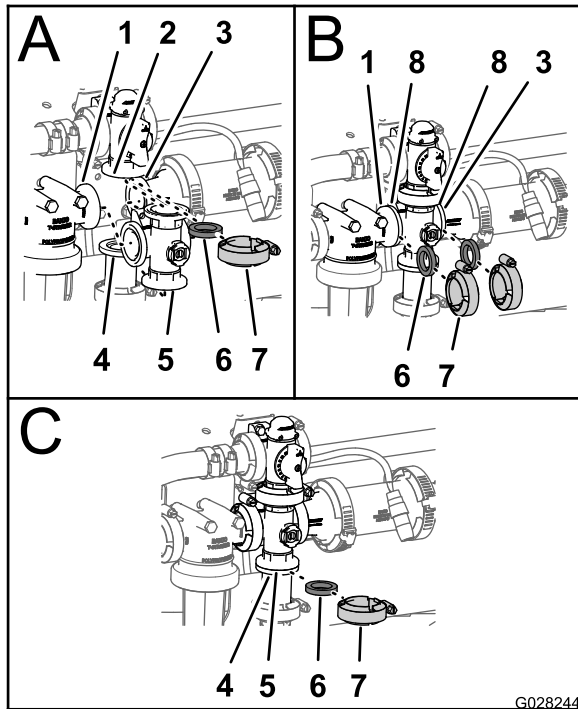

Figure 143
1. Alignez la bride de la vanne de dérivation d'agitation, 1 joint et la bride de raccord d'embout du collecteur de la vanne d'agitation (Figure 143).
2. Montez la vanne de dérivation d'agitation, le joint et le collecteur de la vanne d'agitation avec un collier serré à la main (Figure 143).
3. Placez un joint entre les brides de la tête du filtre sous pression et du collecteur de vanne d'agitation (Figure 143).
4. Montez la tête du filtre sous pression, le joint et le collecteur de vanne d'agitation avec un collier serré à la main (Figure 143).
5. Placez un joint entre les brides du collecteur de vanne d'agitation et de l'accouplement réducteur (Figure 143).
6. Montez le collecteur de vanne d'agitation, le joint et le raccord adaptateur avec un collier serré à la main (Figure 143).
7. Placez un joint entre les brides du collecteur de vanne d'agitation et le raccord adaptateur du régulateur de pression d'agitation (Figure 143).
8. Montez le collecteur de vanne d'agitation, le joint et le raccord adaptateur avec un collier serré à la main (Figure 143).